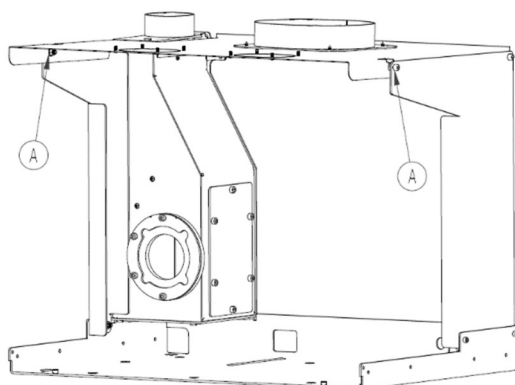

Figura 20 – Instalação inserível a *pellets*
6. Como mostra a Figura 20, a versão do inserível Square V possui um chassi superior fixo às colunas laterais por meio de parafusos M6 DIN 912 e respectivas porcas DIN 934. Se desapertar sem retirar completamente os parafusos da frente (assinalados com a letra “A”) a tampa gira sobre os parafusos traseiros deixando acessível a tampa superior para facilitar a fixação do tubo flexível para a garga de *pellets*. É necessário juntar o tubo que sai da boca de carga com a tampa através de uma abraçadeira de metal. É necessário certificar que o tubo não tenha nenhuma curvas onde se possam acumular *pellets*. Finalmente colocar a tampa na sua posição original e fixar novamente os parafusos.
3. Para aceder ao topo da tampa (Figura 20), pode observar-se que na parte superior vem com a instalação de 2 bocas de saída de ar de 100 mm. É necessário com um alicate cortar as microjuntas para instalar os tubos de saída de ar quente.